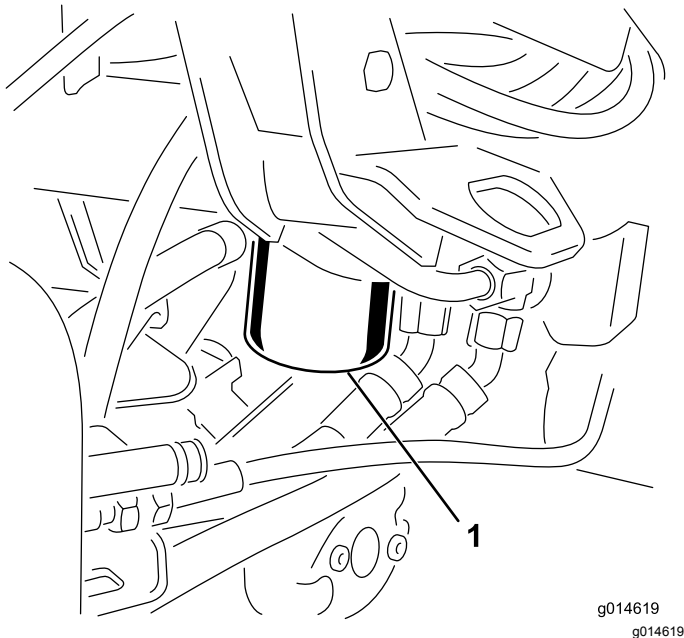

Figura 38
1. Limpe a zona em torno da montagem do filtro (Figura 38). Coloque um recipiente de escoamento debaixo do filtro e retire o filtro.